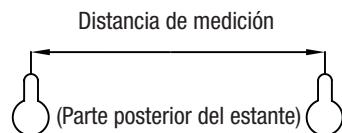

Figura 1
PASO 2: Dibuje una línea en la pared usando un nivelador para determinar las ubicaciones de los orificios de los tornillos. Mida la distancia que se necesitará entre los tornillos para montar la repisa decorativa. Marque las posiciones de los tornillos en las ubicaciones que desea como se muestra en la **Figura 1**.